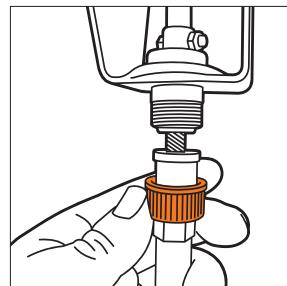

Рис. 12
- Соедините вторую сторону гибкого вала с рычагом поворота желоба, расположенным на панели оператора, зафиксируйте соединительной гайкой (Рис. 12).